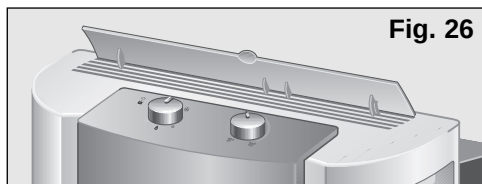

Fig. 26
- ❑ Lever l'orientateur d'air situé dans la partie supérieure de l'appareil. Sur les modèles **PAM0530**, cet orientateur d'air n'est pas monté sur l'appareil à l'acquisition. Voir **figures 26 et 27** dans la partie chauffage.